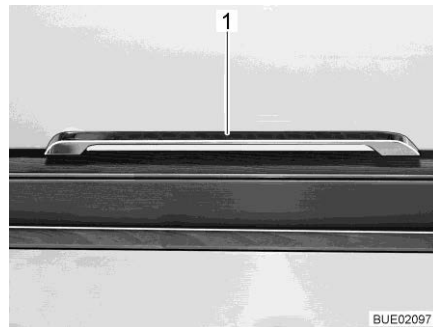

Bild 86 Låshandtag
- Tryck låshandtaget (Bild 86,1) uppåt, åt sidan eller nedåt, beroende på monteringsläge, och håll det nedtryckt.